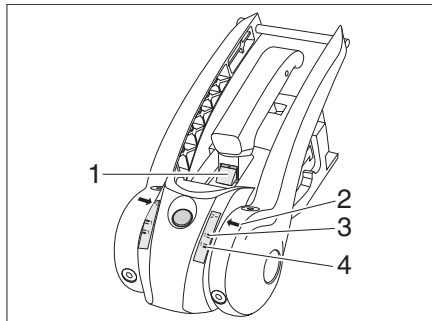

Fig. 170 Controllo usura guarnizioni di attrito
- Se la marcatura verde (Fig. 170,1) è visibile, le guarnizioni di attrito anteriori e posteriori sono ancora in uno stato regolare. Se la marcatura verde non è più visibile, le guarnizioni di attrito devono essere sostituite.
- Se la freccia (Fig. 170,2) è al di sotto del softdock 1 nel settore verde (Fig. 170,4), le guarnizioni di attrito a destra ed a sinistra sono in uno stato regolare. Se la freccia (Fig. 170,2) è al di sopra del softdock 1 nel settore rosso (Fig. 170,3), le guarnizioni di attrito devono essere sostituite.
- Se la marcatura verde (Fig. 170,1) è visibile, la sfera del gancio è in uno stato regolare. Se la marcatura verde non è più visibile, il diametro della sfera del gancio è < 49 mm e la sfera del gancio deve essere sostituita.